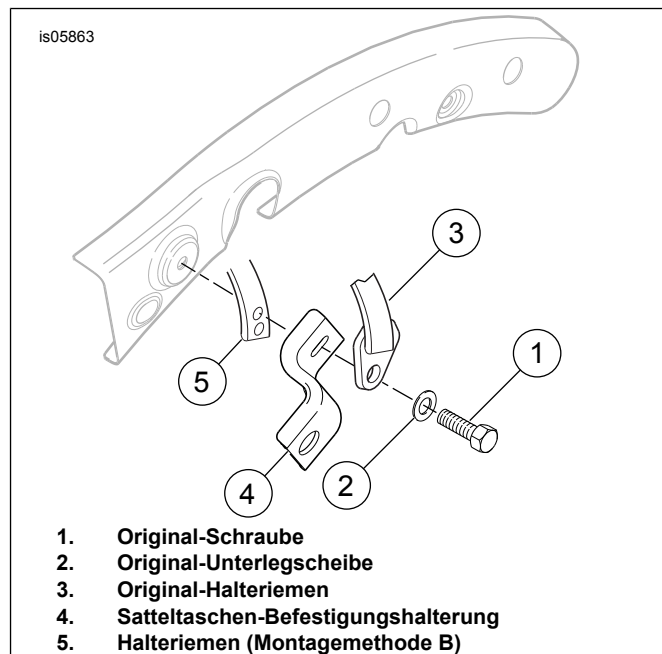
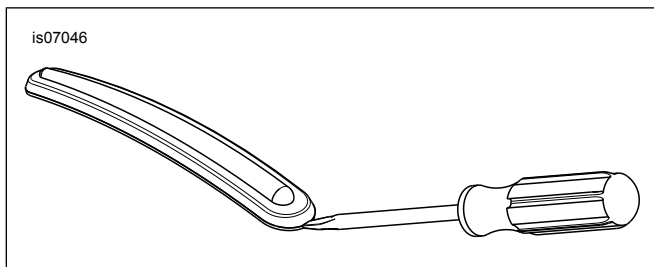

Abbildung 4. 2013 und früher: Halteriemen entfernen und Satz 53051-09 installieren
Abbildung 5. Schutzblechzierleisten entfernen
2. Siehe Abbildung 4. Die linke Schraube (1) und die Unterlegscheibe (2) entfernen, um die Halterung (4) und den Soziushalteriemen (3) zu entfernen.
3. Die Schraube mit Sicherungsscheibe (D) von der Rückseite des derzeit installierten Sitzes entfernen.
4. **Alle Sätze außer 53051-09:** Die beiden Flanschmutter (E) von den Stehbolzen (F) im vorderen Bereich des Hinterradschutzblechs entfernen.
- b. Siehe Abbildung 5. Die Spitze des Schraubendrehers zwischen die Chromeinfassung und die Gummizierleiste stecken.
4. Siehe Abbildung 4. Den Halteriemens (5) hinter der Satteltaschen-Befestigungshalterung (4) einbauen.